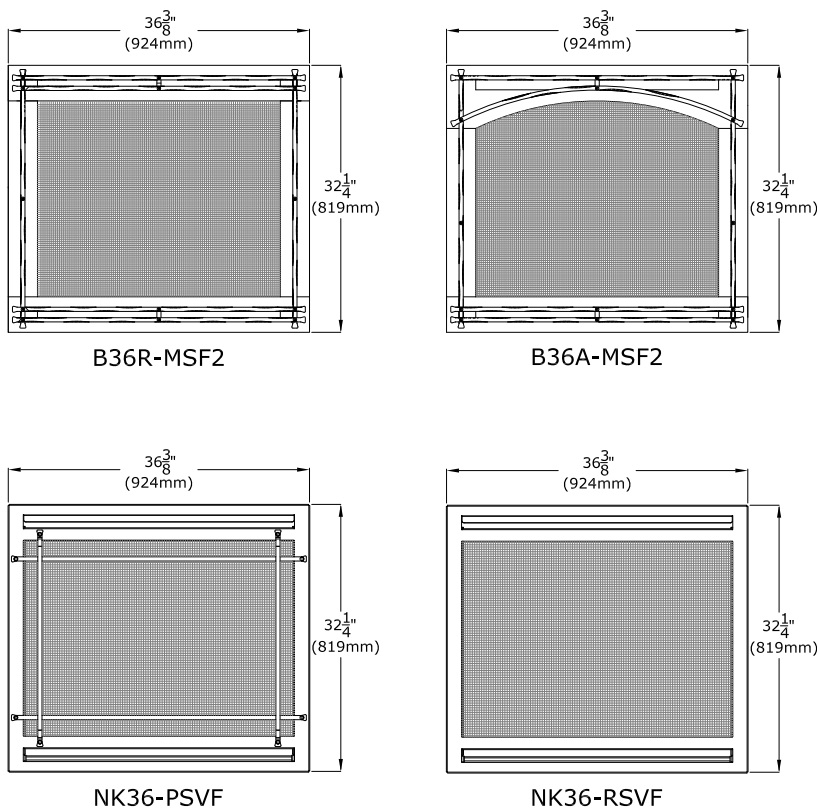
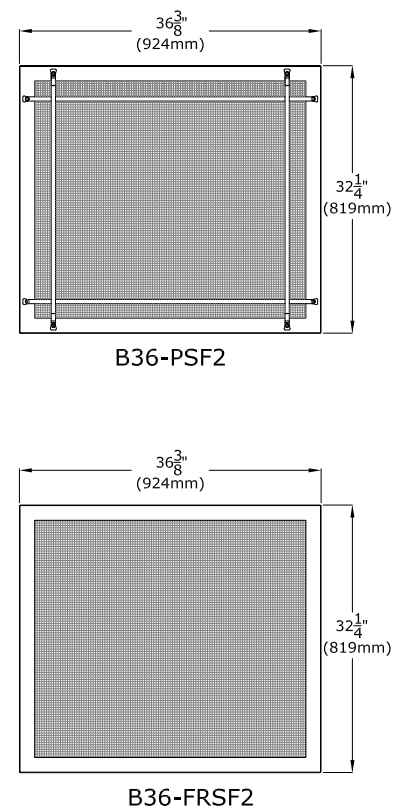

Figure 2.2 - Écrans pare-étincelles (Groupe 1)
Figure 2.3 - Écrans pare-étincelles (Groupe 2)
IMPORTANT : L'utilisation des écrans B36-PSF2 et B36-FRSF2 (Figure 2.3) est approuvée **SEULEMENT** lorsque le foyer Nordik 36 DV est installé avec un kit Komfort Zone approuvé. Les kits approuvés sont les kits KZK-036 et KZK-1510A.
Les (4) écrans pare-étincelles montrés à la Figure 2.2 sont approuvés pour toutes les options d'installation.
- L'installation standard sera décrite aux sections du manuel marquées « Installation standard » et doit être suivie si aucune option d'installation (cavité ventilée ou kit Komfort Zone) n'est utilisée. La hauteur minimum du plafond et de l'enceinte du foyer doit être de 72 po (1829 mm) pour une installation standard. Seuls les écrans pare-étincelle de la Figure 2.2 sont permis pour cette option d'installation.
- Le kit Komfort Zone (KZK) permet de redistribuer la chaleur radiante à travers le(s) plénum(s). Ceci permet d'avoir des matériaux de façade combustibles au-dessus du foyer, de réduire la chaleur pour une télévision au-dessus du foyer et de réduire les dégagements du manteau du foyer. Voir la Section 4.0 Systèmes de distribution de chaleur. Si vous installez un kit Komfort Zone (KZK-036 ou KZK-1510A), les exigences d'encadrement peuvent différer des dimensions d'encadrement standard de cette section. Veuillez consulter le manuel fourni avec votre kit, avant de faire l'encadrement du foyer et toutes autres considérations d'installation. La hauteur minimum du plafond et de l'enceinte du foyer doit être de 82 po (2083 mm) pour l'option du kit Komfort Zone (KZK). Les écrans pare-étincelles de la Figure 2.2 sont permis pour toutes options d'installation, alors que les écrans pare-étincelles de la Figure 2.3 ne sont permis qu'avec un kit Kozy Zone approuvé.